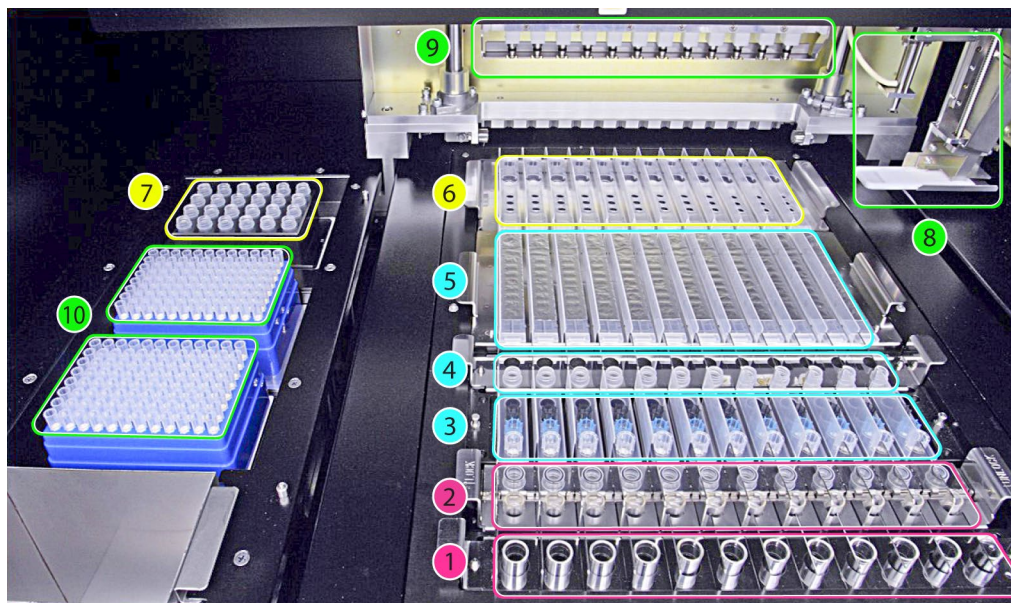

Figura 1: area di caricamento di «ELITe InGenius».
Visione d'insieme dello strumento «ELITe InGenius» (Figura 1).
La Figura 1 mostra la posizione del rack dei tubi primari campioni (1), la posizione del rack Sonication/extraction tube + cap (2), la posizione del rack punzali (3), la posizione del rack Elution tube (Extra Tube) (4), la posizione del rack della cartuccia di estrazione (5) e la posizione del rack della cartuccia PCR (6), la posizione del blocco reagenti PCR e Controllo Interno (Inventory Manager) (7), i due sistemi di dispensazione del campione e dei reagenti (8, a canale singolo, 9, a canali multipli), le posizioni dei punzali (10) e il contenitore per rifiuti in basso a sinistra.
7. Confermare che i reagenti siano sufficienti per il numero di test selezionati e che siano collocati correttamente nella posizione 7 Inventory Manager (cfr. Pagina 11, Figura 1), come indicato sullo schermo, premere il pulsante "Next" (Successivo).
8. Caricare un numero sufficiente di puntali nella posizione 10 (cfr. Pagina 11, Figura 1).
10. Caricare le cassette PCR nella posizione 6 (cfr. Pagina 11, Figura 1).
12. Caricare le Extraction Cartridge nella posizione 5 (cfr. Pagina 11, Figura 1).
14. Caricare la quantità richiesta dei tubi di eluzione (Extra Tube) nella posizione 4 (cfr. Pagina 11, Figura 1).
16. Caricare la quantità richiesta di puntali nella posizione 3 (cfr. Pagina 11, Figura 1).
18. Caricare la quantità richiesta di extraction Tube nella posizione 2 (cfr. Pagina 11, Figura 1).
20. Quando "Primary Tube" (Tubo Primario) è stato selezionato come posizione del campione nella schermata "Perform Run" (Esegui Sessione), caricare i tubi primari indicati nella posizione 1 (cfr. Pagina 11, Figura 1).